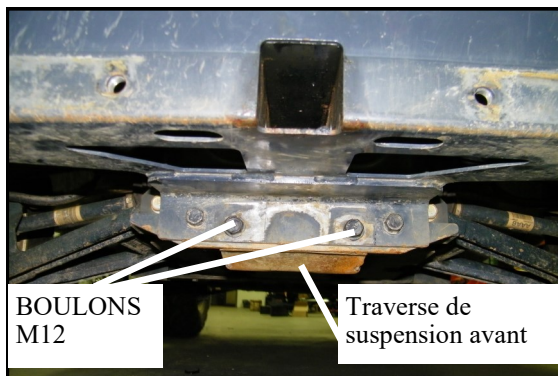

Fig 1.1 Montage de la plaque d'attelage avant
- 1.1 Retirez et jetez les deux boulons M12 fixant le pare-broussaille ou le pare-chocs avant à la traverse de suspension avant. Les deux boulons ne seront pas réutilisés lorsque le cadre de montage de la lame à neige sera installé. Voir la Figure 1.1.